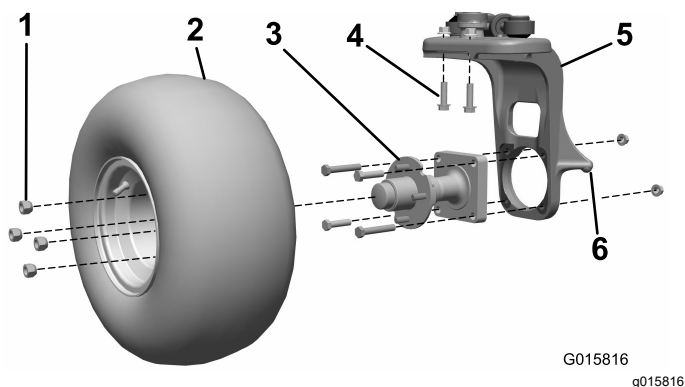

Figura 1
1. Eleve la máquina sobre el punto de apoyo de la horquilla de la rueda giratoria (Figura 1).
2. Retire el conjunto de la rueda del cubo de la rueda. Guarde las tuercas (Figura 1).
3. Retire los 4 pernos y las 2 tuercas que sujetan el cubo de la rueda a la horquilla (Figura 1). Deseche todas las piezas.
4. Retire los 2 pernos y las 2 tuercas que sujetan el pivote de dirección vertical a la horquilla (Figura 1). Deseche estas piezas.